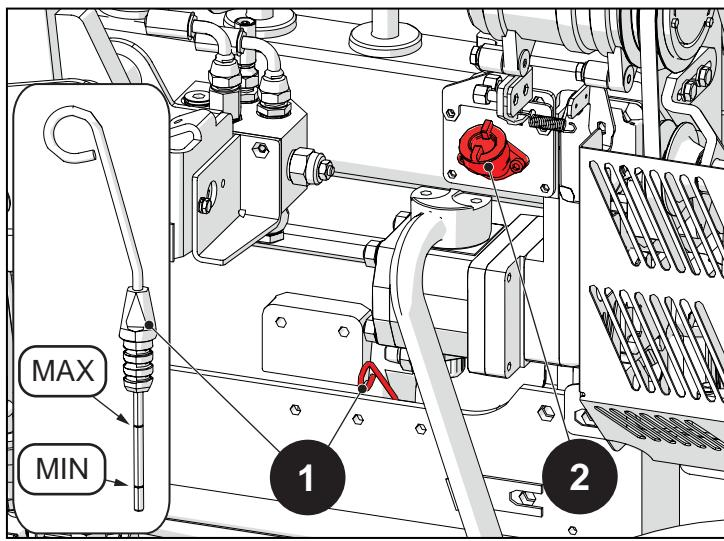

Fig. 6.3
- Riavvitare il tappo di carico (2).
Non superare il livello MAX nell'asta livello olio (1) (Fig. 6.3).